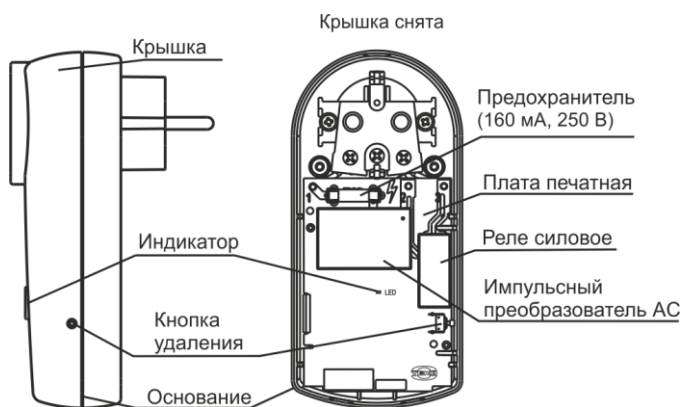

Рисунок 2
**4.1** Конструктивно БРР выполнен в корпусе, совмещенном с вилкой и розеткой на 220 В. Внутри корпуса находится печатная плата с радиоэлементами (рисунок 2).